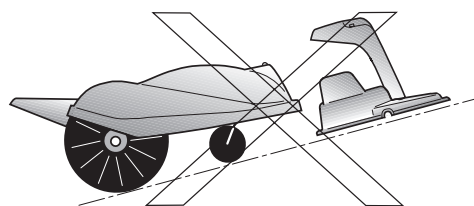

Fig.1
- Laddstationen får ej stå i uppförsläge (fig. 1).